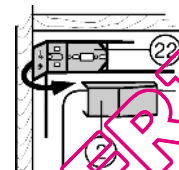

Fig. 17
- Rabattre l'élément latéral de l'équerre de fixation Fig. 17 (22).
- Remettre le cache Fig. 17 (2) en place en le glissant.
- Obturer tous les orifices avec les bouchons Fig. 17 (30,5).